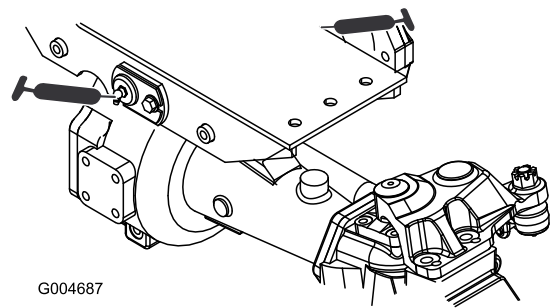

Figura 62
- Dois casquilhos da articulação do eixo traseiro e frontal (Figura 62)